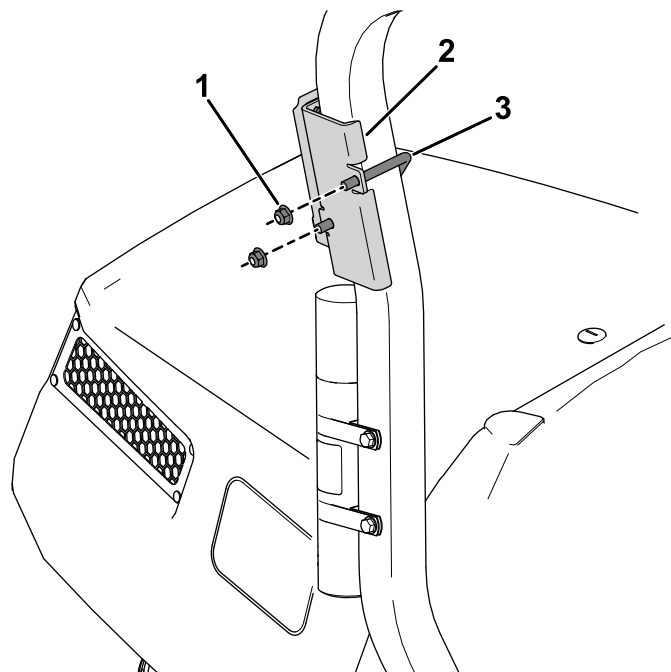

**Figure 11**
1. Avec 4 boulons à tête hexagonale (n° 10 x 1") et 4 contre-écrous n° 10), fixez le dispositif télématique sur son support (Figure 11).